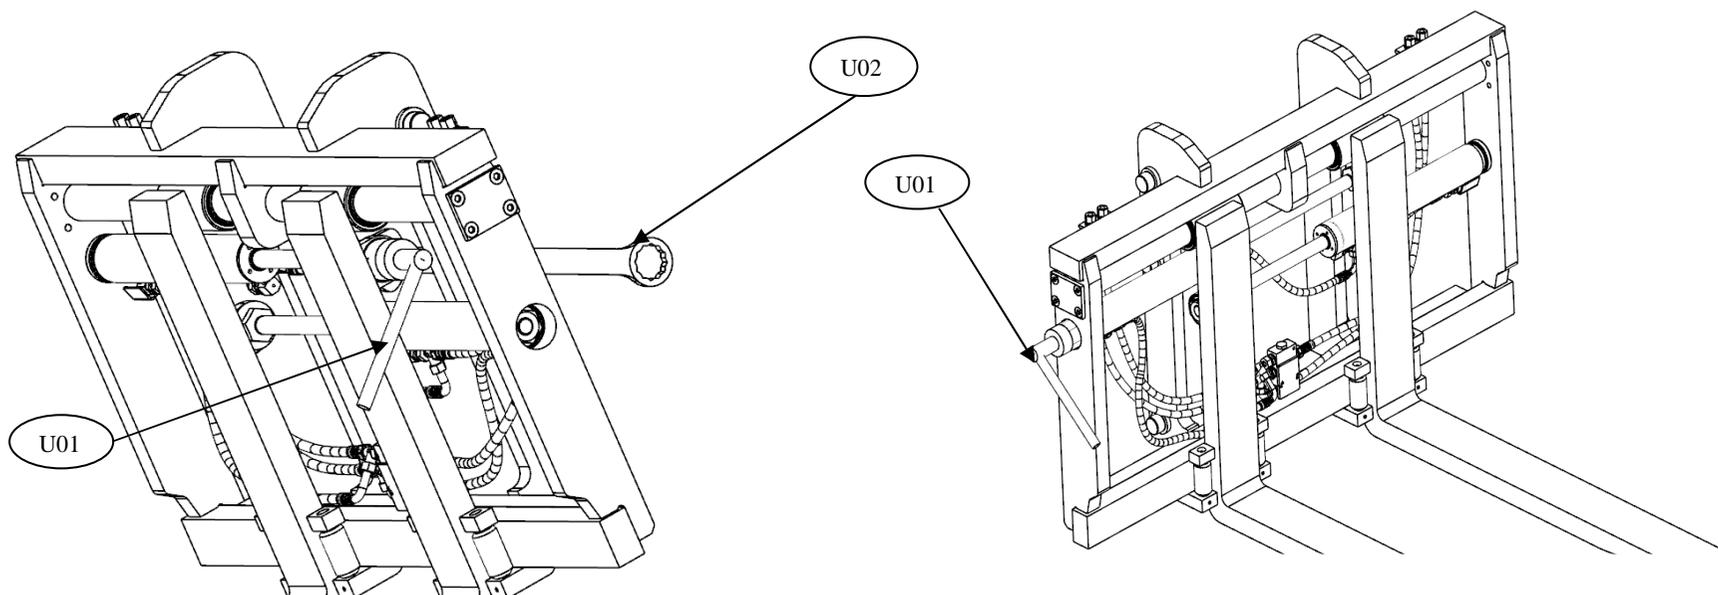

Fig 009
4.3.2 Smontaggio cilindro destro (vista cartellista) spostamento forca (Fig.009)